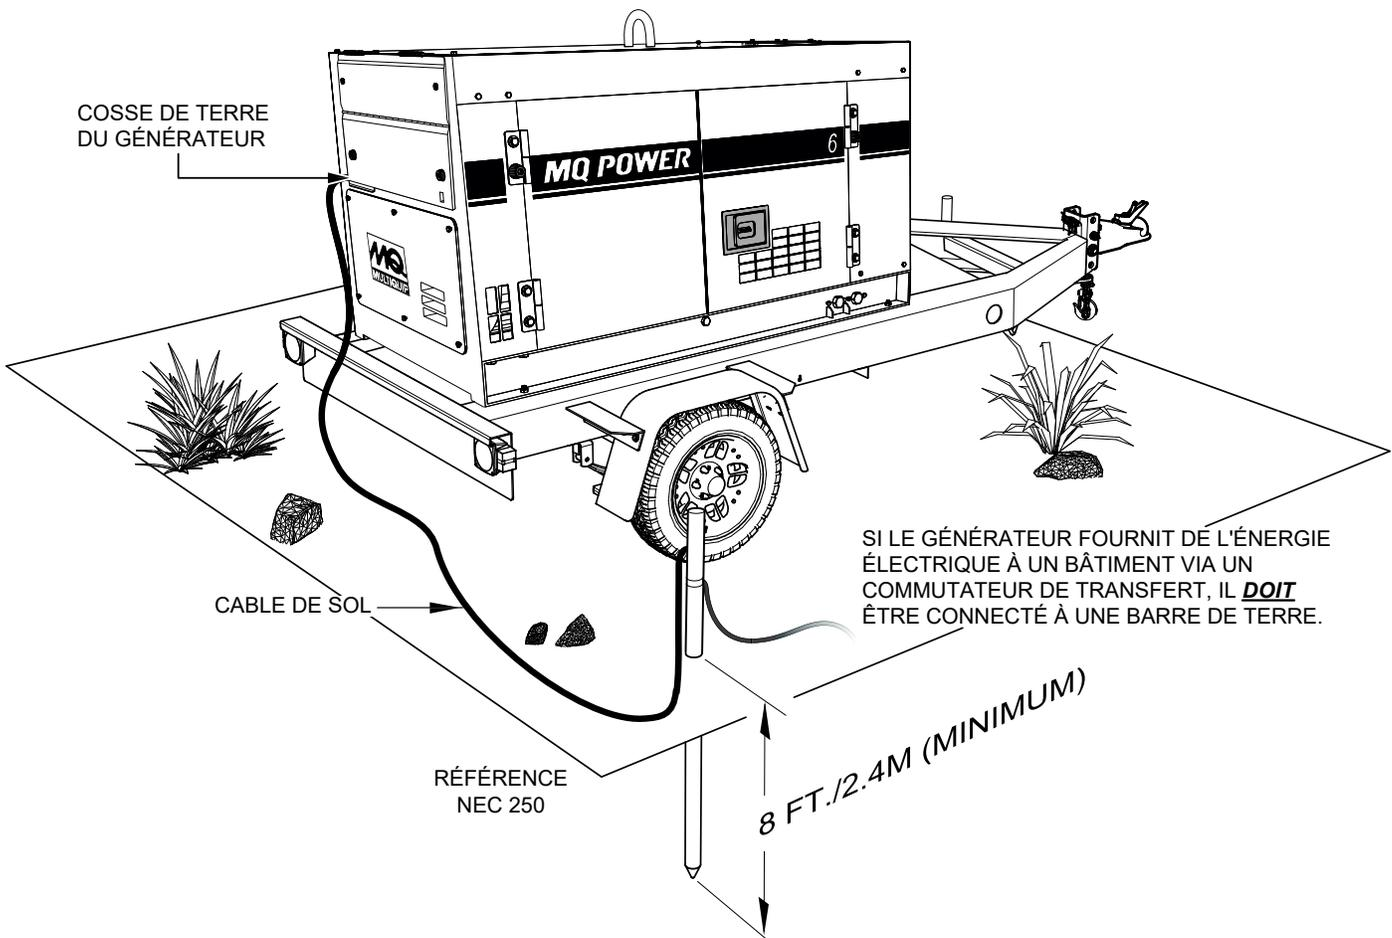

Figure 3. Mise à la terre du générateur
Connectez une extrémité de la borne du câble de masse au point de masse du générateur (Figure 3). Connectez l'autre extrémité du câble de terre à une prise de terre appropriée (piquet de terre).
L'Occupational Safety and Health Administration (OSHA) et le National Electrical Code (NEC) recommandent que si le générateur fournit de l'énergie électrique à une structure (maison, bureau, atelier, remorque ou autre), il doit être connecté à un système d'électrode de mise à la terre, tel qu'une tige de mise à la terre (Figure 3).
Le cas échéant, pour se prémunir contre les décharges électriques et les dommages possibles à l'équipement, il est important de fournir une bonne mise à la **TERRE** (Figure 3).
2. Lorsque la mise à la terre du générateur (Figure 3) est requise, connectez une extrémité du câble de terre à la cosse de mise à la terre du générateur. Connectez l'autre extrémité du câble de terre à la tige de terre (terre).
8. **Borne de terre** — Cette borne de mise à la terre doit **être utilisée à tout moment**. Connectez un câble de mise à la terre entre cette borne et une tige de mise à la terre. Reportez-vous à la section de mise à la terre (Figure 3) de ce manuel pour des informations plus détaillées.